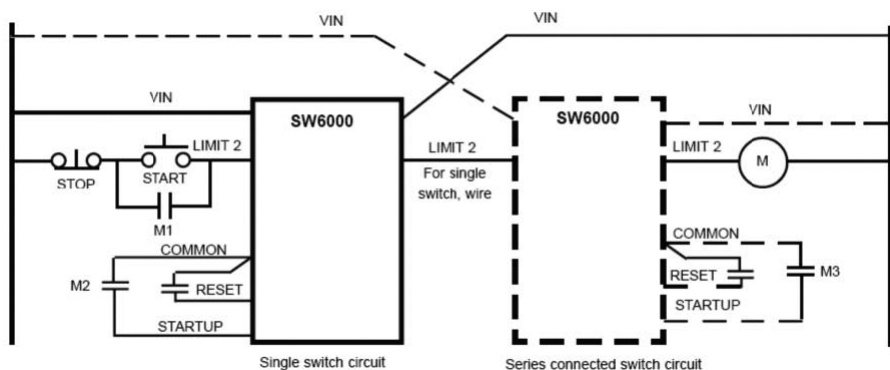

图4: 两个SW6000并联
双向可控硅 (Triac) 输出端彼此之间、与电源以及内部电路之间均采用光电隔离。这些是具有高抗电瞬变干扰能力的中功率器件。如果需要, 每个双向可控硅均可由与主电源不同的交流电压源供电。双向可控硅可以与其他装置的双向可控硅串联连接 (见图 4)。两个开关并联连接会使双向可控硅的维持 (最小负载) 电流要求加倍。
a) 请确保连接到端子排的所有接线正确无误，端子螺丝已拧紧，且端子排电源（Vin）端子上存在正确的电压。直流电压极性不限。具体细节请参考图 4 和第 2 页的产品标识。如果已接通电源，LCD 显示屏（如有）应处于工作状态，且电流输出应在 4.0 至 20.0 mA 之间。